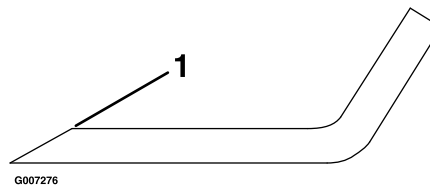

Bild 47
1. Schärfen Sie die Schnittkante an beiden Enden des Schnittmessers mit einer Feile (Bild 47). Behalten Sie den ursprünglichen Winkel bei. Das Schnittmesser behält seine Auswuchtung bei, wenn von beiden Schnittkanten die gleiche Materialmenge entfernt wird.